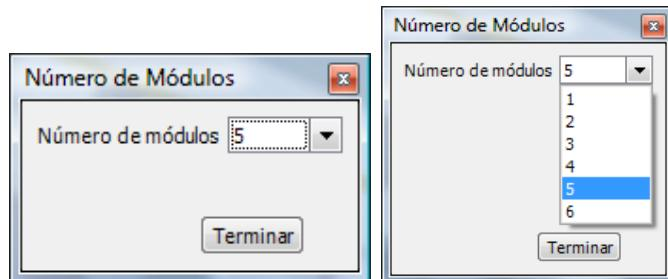

Figura 56 (número de módulos)
- Pinchando en el botón **Número de módulos** se selecciona el número de módulo que va a tener el armario, uno, dos, tres, cuatro, cinco o seis, mediante una lista desplegable. Cuando se selecciona el número deseado, se pincha en el botón *terminar*. En la siguiente figura 56 se ve la ventana de número de módulos y la lista desplegable.